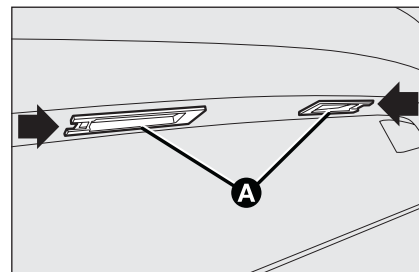

fig. 34
- intervenir sur le point indiqué par la flèche et enlever le groupe transparent **A-fig. 34**;